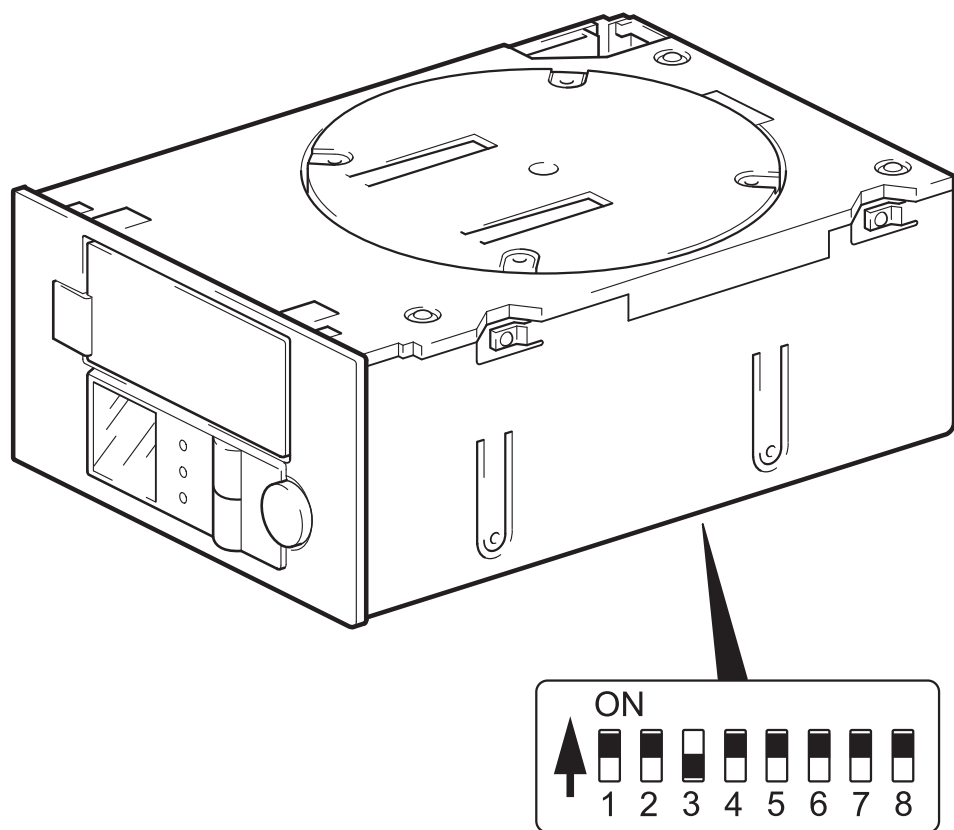

図 5: UNIX コンフィグレーション・スイッチの確認
- 2 UNIX の設定に必要な場合、オートローダの下側にあるコンフィグレーション・スイッチを、図 5 に示されているデフォルト設定から変更します。